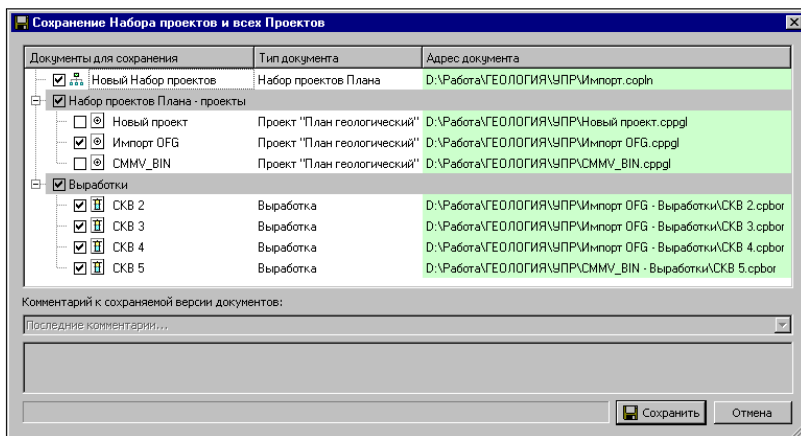

Рис. 9.4
В диалоге можно отметить флажками документы, которые необходимо сохранить, а также уточнить адреса хранения и имена наборов проектов и отдельных проектов (рис. 9.4).
- Снимите флажки напротив проектов – *Новый проект* и *СММV_BIN* (рис. 9.4). Нажмите кнопку **Сохранить**.